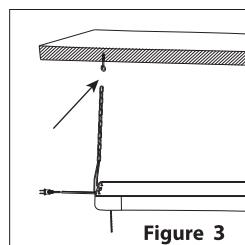

Figure 3
3. Installez la lampe au plafond en accrochant la chaîne aux crochets à vis prémontés au plafond (voir la figure 3).